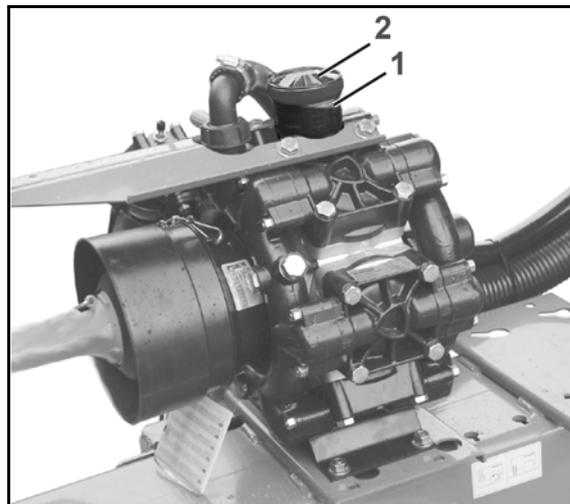

Рис. 192
- Обратите внимание на монтажное положение клапанов на стороне всасывания и нагнетания, прежде чем вынуть клапанные группы (Рис. 192/5).
- При сборке старайтесь не повредить направляющую втулку клапана (Рис. 192/9). Повреждения могут привести к блокировке клапанов.
- Гайки (Рис. 192/1, 2) обязательно затягивать в перекрёстном порядке с соблюдением указанного момента затяжки. Неквалифицированное затягивание винтов ведет к перетяжке и, следовательно, к негерметичности.
2. Отверните гайки (Рис. 192/1,2).
3. Снимите каналы всасывания и нагнетания (Рис. 192/3 и Рис. 192/4).
4. Выньте клапанные группы (Рис. 192/5).
5. Проверьте гнездо клапана (Рис. 192/6), клапан (Рис. 192/7), пружину клапана (Рис. 192/8) и направляющую втулку клапана (Рис. 192/9) на повреждения и износ.
6. Снимите кольца круглого сечения (Рис. 192/10).
8. Проверьте, очистите и установите клапанные группы (Рис. 192/5) на место.
9. Установите новые кольца круглого сечения (Рис. 192/10).
10. Прифланцуйте всасывающий (Рис. 192/3) и нагнетательный (Рис. 192/4) каналы к корпусу насоса.
11. Затяните гайки (Рис. 192/1,2) в перекрёстном порядке с моментом затяжки **25 Nm (BP 160-185) / 20 Nm (AR 250-280)**.